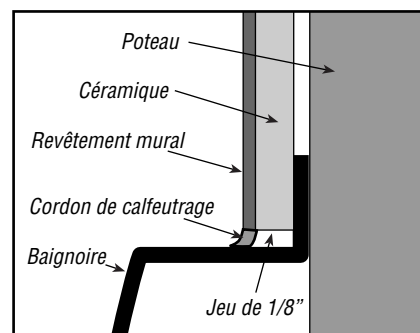

Figure 3
- Si vous installez un ensemble mural correspondant, suivez les instructions « Installation de l'ensemble mural » ci-dessous. Si vous installez de la céramique avec un autre revêtement, laissez un jeu de 1/8" entre l'appui de la baignoire et le matériau mural afin d'éviter que l'eau ne pénètre le panneau mural. Une fois le mur terminé, scellez ce jeu à l'aide de calfeutrage de latex ou d'acrylique (fig. 3).